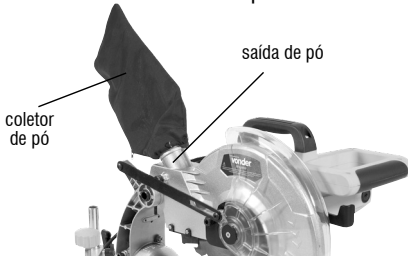

Fig. 2 – Instalação do coletor de pó
- a. Abra o bocal do coletor de pó (5) (fig. 2);